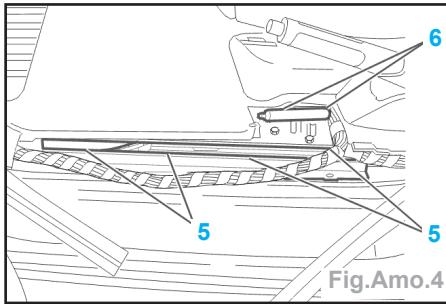

Fig.Amo.4
- Déposer (Fig.Amo.4) :
- les vis avant (5) du support commande ouverture capot.
- les vis de fixation (6) de la commande ouverture capot.